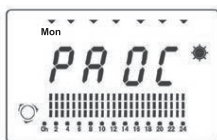

fig. 13
- c. Repetați pașii a și b pentru fiecare din zilele săptămânii rămase sau întoarceți-vă în Setare de setări personale pentru fiecare zi a săptămânii (Țineți apăsat butonul „Confirmă” pentru aproximativ 3 secunde). (fig. 13)